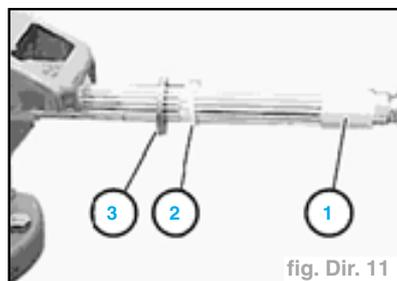

fig. Dir. 11
- Retirer la douille (1). Écarter la rondelle (3) de la bague (2), sortir la bague de la gorge de l'arbre de direction supérieur et la déposer, puis extraire la rondelle (3) (fig. Dir. 11).